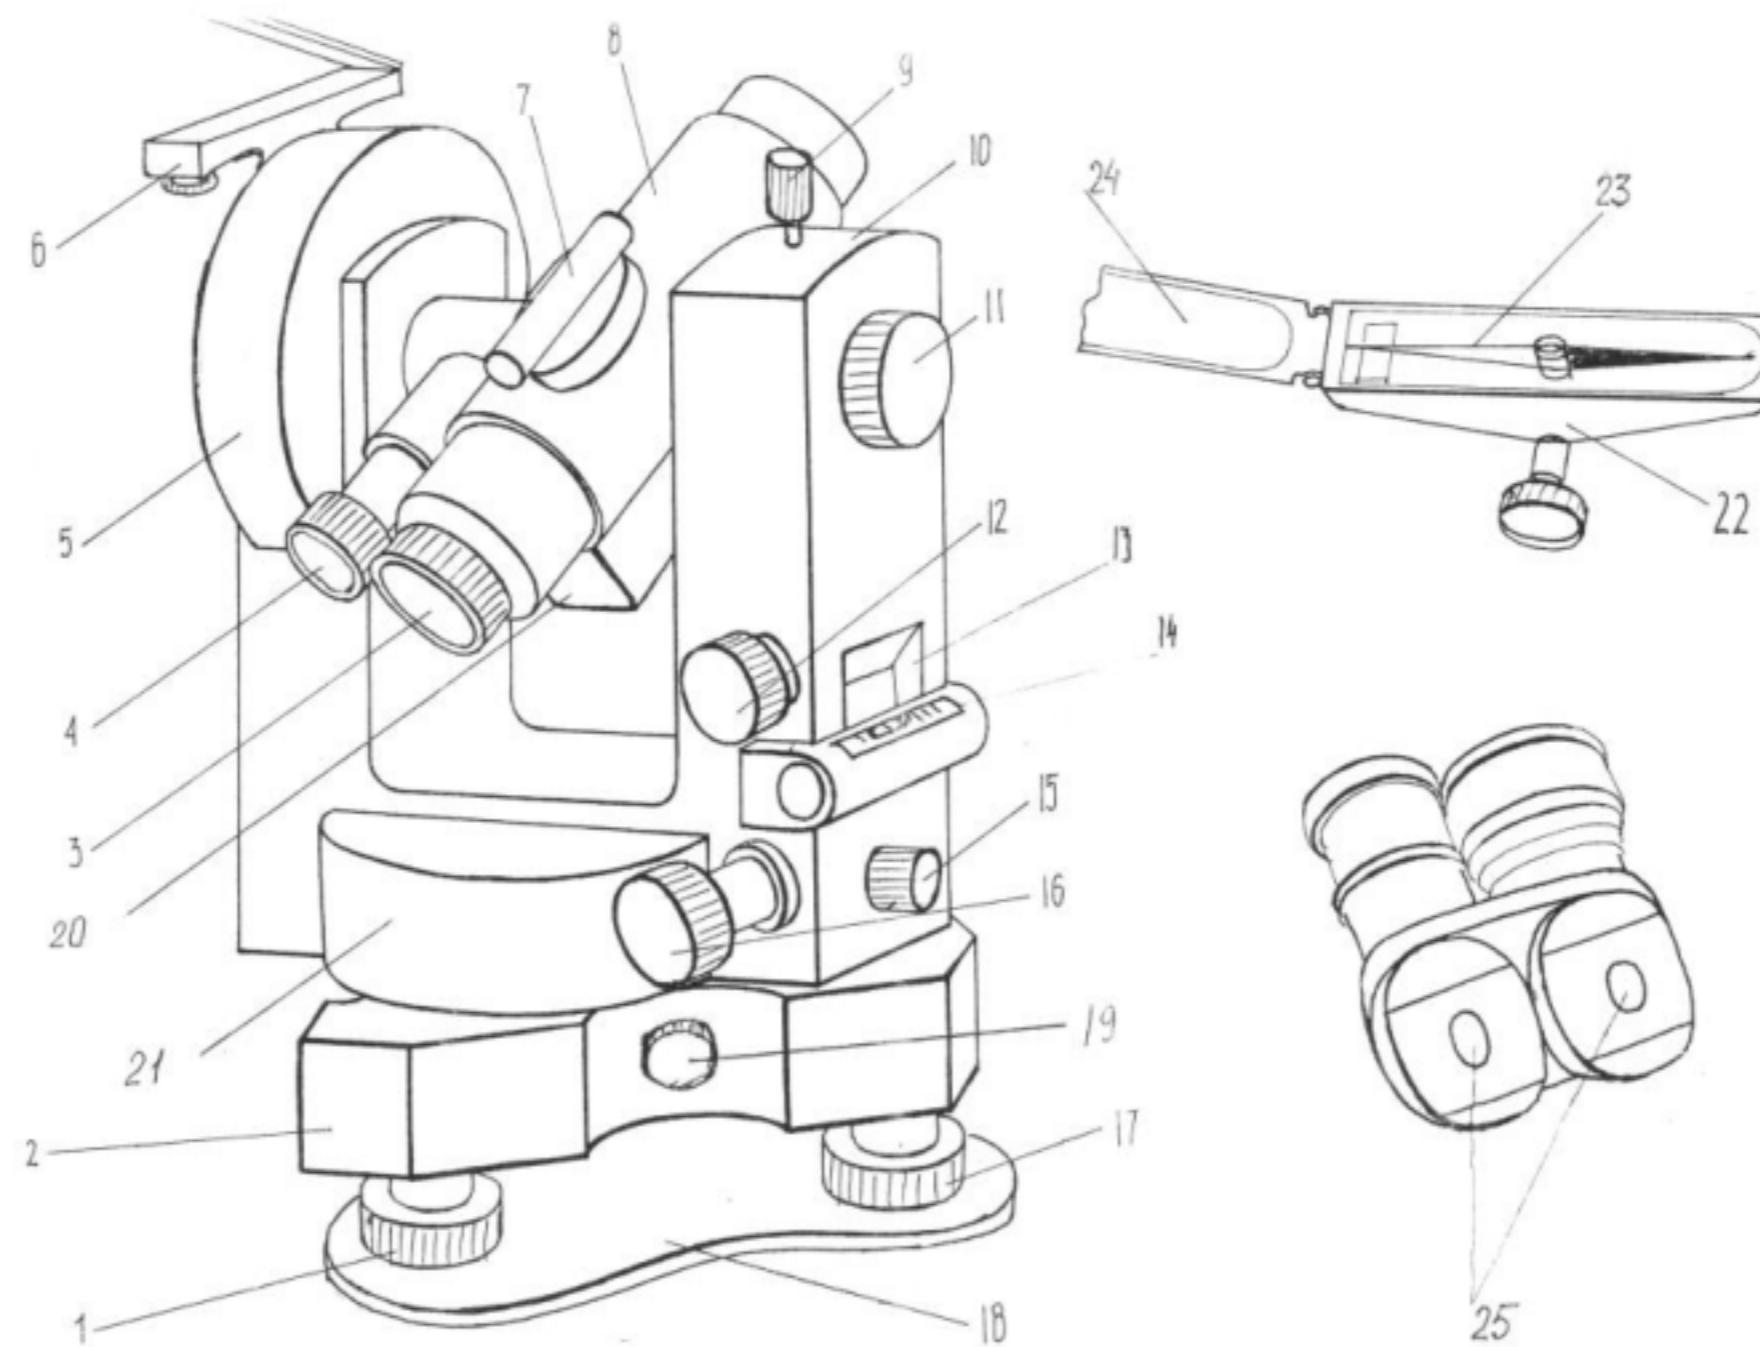

Рис.1 Теодолит 4Т-30П
**Теодолит 4-30П** – это сложный и дорогой прибор. Он состоит из следующих частей (см. рис. 1):
- горизонтального (21) и вертикального (5) стеклянных кругов с градусными делениями (под кожухом), по которым при помощи винтов (1, 17) вращаются круги;
- подставка (2) с тремя подъемными винтами (1, 17), при помощи которых ось вращения теодолита приводится в отвесное положение. Для этого же используется цилиндрический уровень
(14) на алидаде горизонтального круга. Для предварительного наведения зрительной трубы на цель на трубе закреплен визир (17);
- с другой стороны зрительной трубы находится высокоточный цилиндрический уровень (20), позволяющий использовать теодолит 4Т30П в качестве нивелира.